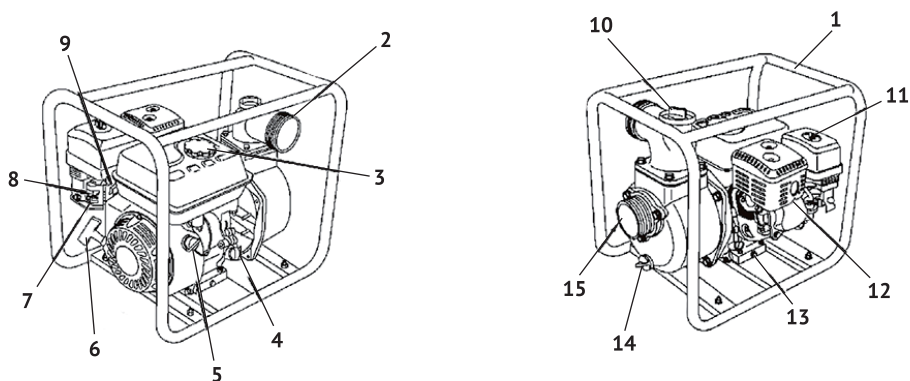

рис.1
2.4 Общий вид мотопомпы представлен на рис.1
Выкрутите пробку-щуп из маслозаливной горловины (рис.1 поз.4) и залейте в картер масло необходимой марки до нижнего края горловины, как показано
После окончания работы удалите пробку слива воды (рис.1 поз.14) и опорожните камеру насоса. Снимите крышку отверстия заливки воды (рис.1 поз.10) и промойте насос чистой свежей водой. Дайте воде стечь из камеры насоса, а затем установите обратно крышку отверстия заливки воды и пробку слива воды.